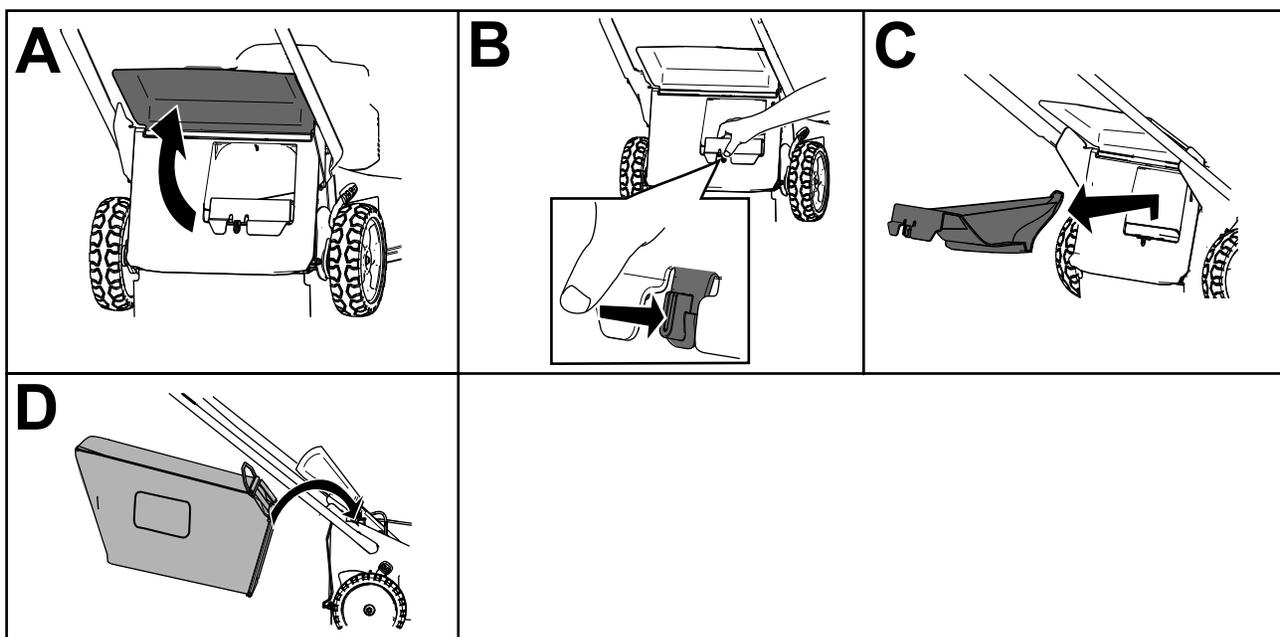

Figura 18
Nota: Per sbloccare il coperchio posteriore, ruotate la leva sul coperchio verso destra (Figura 18).
3. Sollevate il deflettore posteriore e tenetelo sollevato (A di Figura 18).
4. Rimuovete il coperchio di scarico posteriore premendo il fermo con il pollice ed estraendo il coperchio dalla macchina (B e C di Figura 18).
5. Installate le estremità dell'asta del cesto nelle tacche alla base della stegola e spostate il cesto avanti e indietro per accertare che le estremità dell'asta del cesto siano posizionate in fondo a entrambe le tacche (D di Figura 18).
3. Rimuovete l'asta sul cesto di raccolta dalle tacche alla base della stegola (A di Figura 18).
4. Installate il coperchio di scarico (B di Figura 18).
5. Abbassate il deflettore posteriore (C di Figura 18).